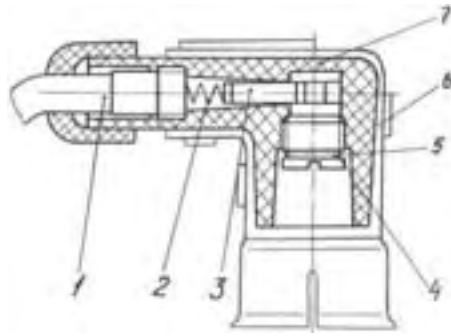

Рисунок 6 — Помехоподавляющее устройство
4.6.7 Демонтаж и монтаж помехоподавляющего устройства (рисунок 6)